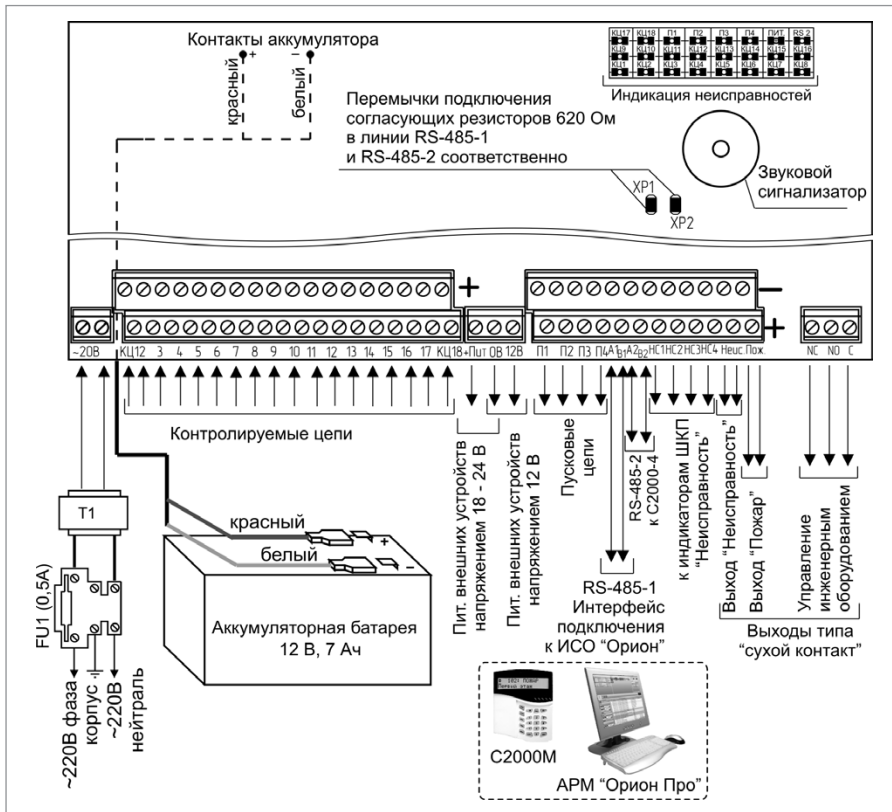

Рисунок 5. Схема внешних соединений блока «Поток-ЗН»
2.3. Подключите блок по схеме, приведенной на Рисунок 5.
Схема внешних соединений блока Поток-ЗН приведена на Рисунок 5.